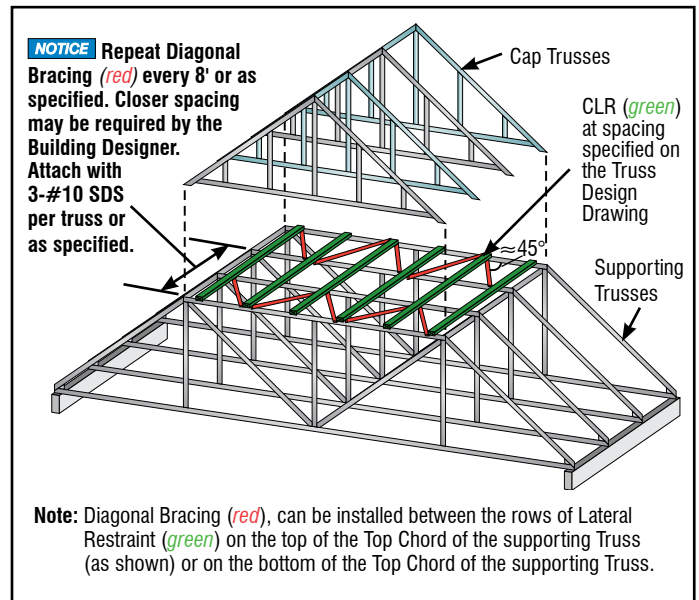

FIGURE CFSB3-36 (4' On-Center)
- Rows of Continuous Lateral Restraint (CLR) and Diagonal Bracing (see Figure CFSB3-36 below). Refer to Table 2 of this insert for the minimum size and attachment of Lateral Restraint and Diagonal bracing unless otherwise specified
- *Filas de Restricción Lateral Continua (CLR) y Arriostre Diagonal (vea Figura CFSB3-36 a la derecha). Refiera a la Tabla 2 de esta encarte para el tamaño mínimo y sujete de la Restricción Lateral y el Arriostre Diagonal a meno que especificado de otra manera*